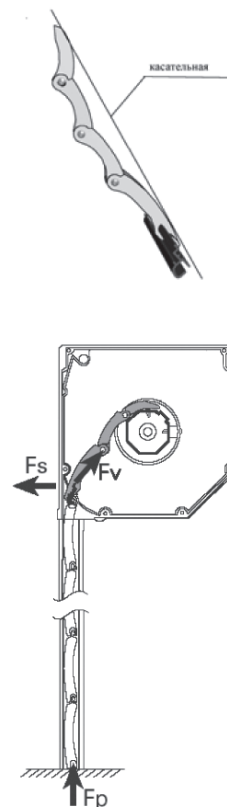

Рис. 1
1. При опущенном полотне (6), стальной штифт (2), установленный в верхний алюминиевый профиль (4), входит в зацепление с зубчатым замком (1). (рис. 1)
Закрытое положение (рис. 1)